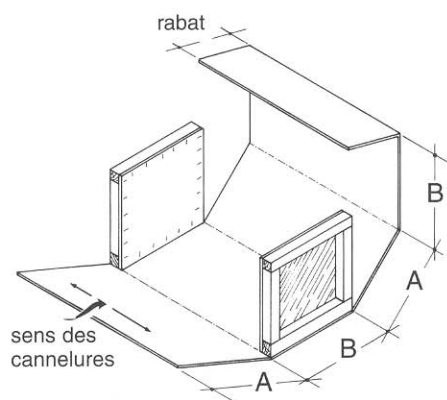

Figure 2.
5. Pour calculer la largeur de carton ondulé nécessaire pour le reste de la caisse, ajouter à la largeur intérieure souhaitée l'épaisseur des deux panneaux d'extrémité et des cadres de cèdre, afin d'obtenir la largeur totale extérieure (C).
6. Calcul de la longueur de carton ondulé nécessaire pour couvrir toute la caisse (figure 2) :
Important : Avant de couper le carton ondulé, s'assurer que les cannelures iront dans le sens de la largeur de la caisse (figure 2). Cette orientation permet de plier le carton pour former les coins.